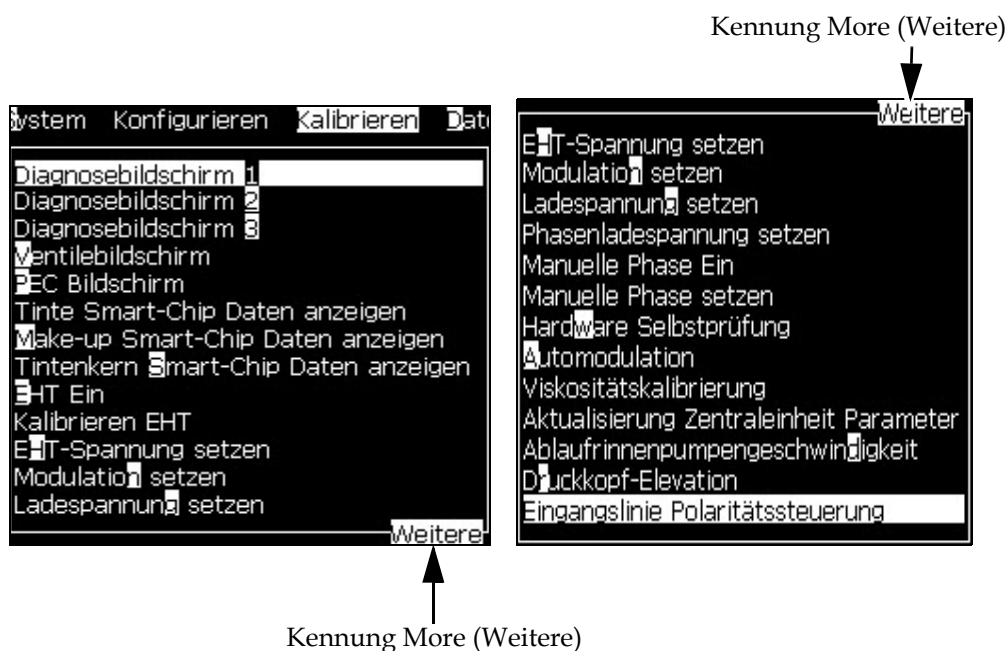

Abbildung 5-2: Die Kennung More (Weitere)
**Anmerkung:** Wenn es viele anzuzeigende Elemente im Menü auf dem Bildschirm gibt, finden Sie den Hinweis **More (Weitere)** oben oder unten im Menü. Siehe Beispiel Abbildung 5-2 auf Seite 5-2. Diese Kennung gibt an, dass mehr Menüeinträge über oder unter den gerade dargestellten Menüpunkten zur Verfügung stehen. Drücken Sie die Taste *Pfeil Auf* oder *Pfeil Ab*, um durch die Menüelemente zu blättern.